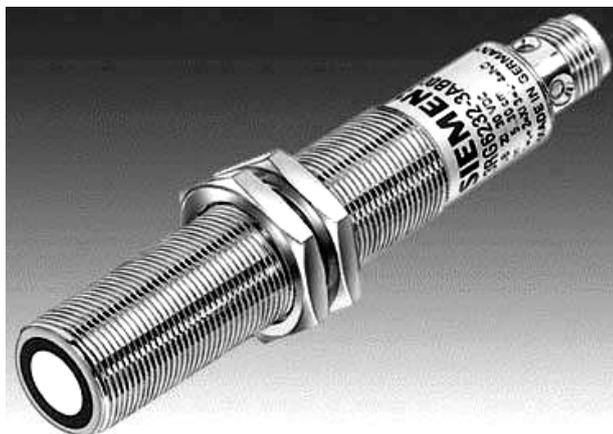

Рисунок 3.20 - Внешний вид ультразвукового датчика M18
- М18 – датчик отражения компактного исполнения в цилиндрическом корпусе (рис. 3.20). Имеет коммутирующий и аналоговый выходы. Зона действия настраивается потенциометром или программатором. Дальность действия можно изменять в пределах 5...100 см.